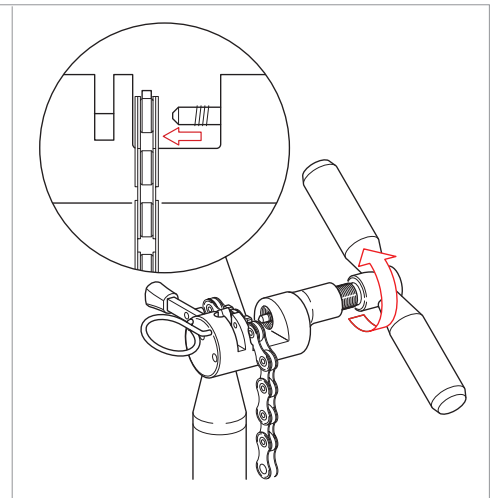

Fig.5
- insérez le maillon à ouvrir dans l'outil UT-CN400 (Fig. 5) en ayant soin de finir par un maillon interne;
- vissez l'outil jusqu'à ce que le rivet sorte complètement du perçage du maillon (Fig. 5).